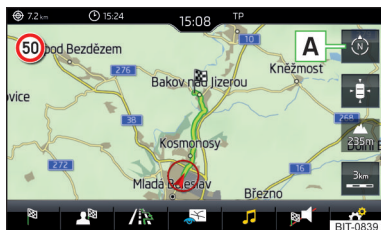

Abb. 171
► Zur **Änderung der Kartenausrichtung** im Hauptmenü *Navigation* die Funktionsfläche   » **Abb. 171** antippen.